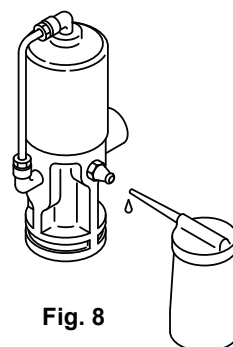

Fig. 8
- エア供給口に Fig. 8 のように潤滑油を数滴(約 0.5 mL)注入します。